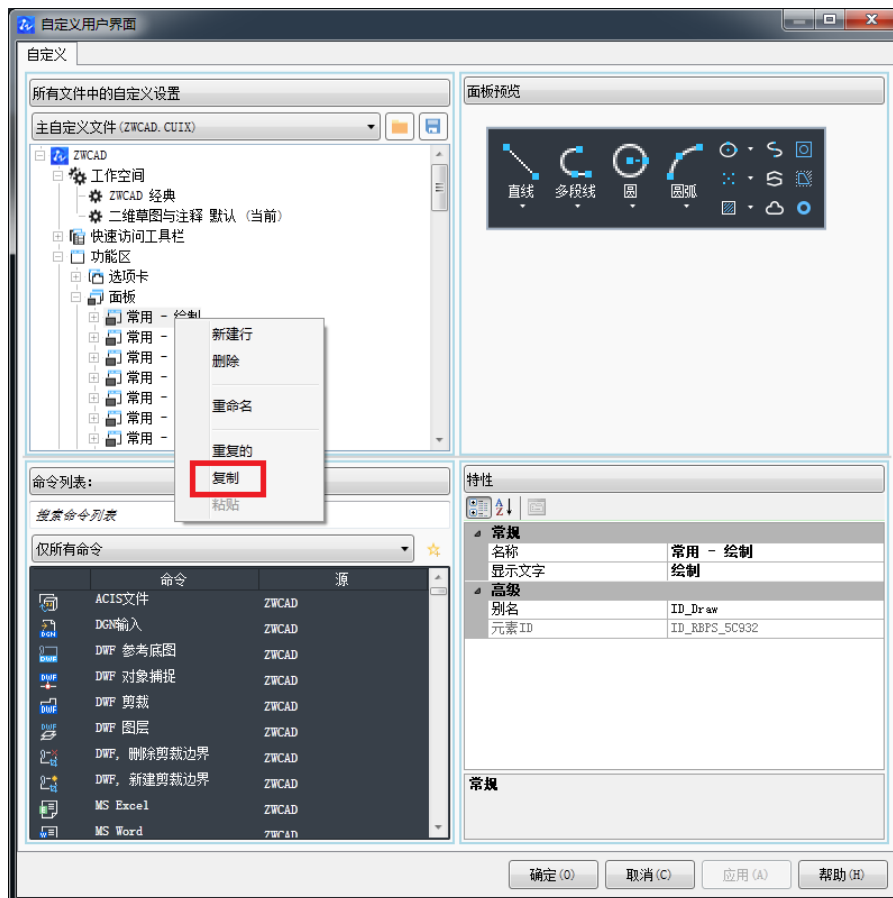

图 2-22 复制面板
b) 选中要复制的面板，点击右键，在系统弹出快捷菜单中选择“复制”项，如图 2-22 所示。